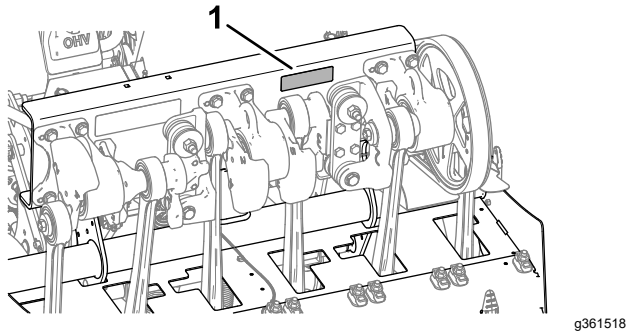

Bild 182
3. Prüfen Sie die Befestigungen des Aerifizierkopfs, des Griffs und der Radmutter und stellen Sie sicher, dass der richtige Drehmoment beibehalten wird. Die Anforderungen an das Anzugsdrehmoment der Befestigungselemente sind auf dem Aufkleber mit dem Anzugsdrehmoment der Schrauben aufgeführt, der sich auf dem Trägerkanal des Aerifizierkopfs befindet (Bild 182).